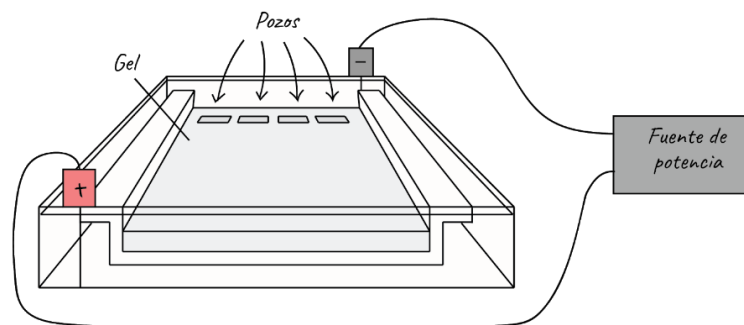

Figura 3. Colocación del gel de agarosa en la cámara de electroforesis.
13. Colocar el gel sólido (con todo y base del molde) en la cámara de electroforesis, de tal forma que los pozos queden del lado del cátodo (lado negativo). Ver figura 3.